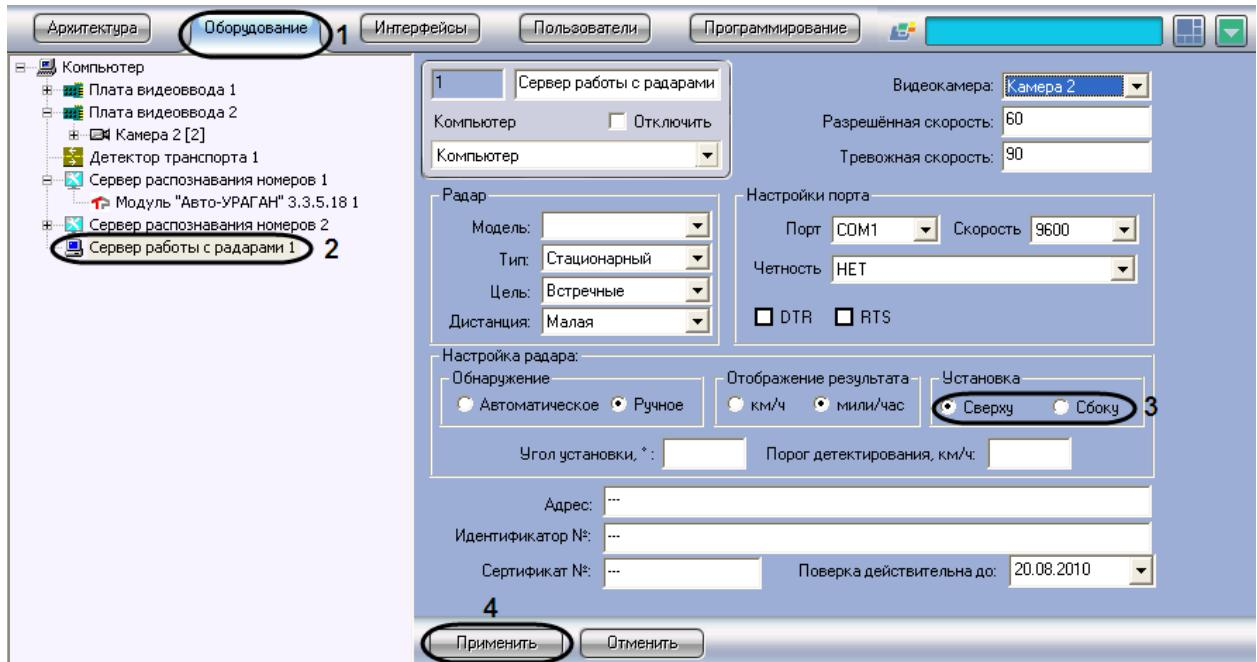

Рис. 7.3—11. Выбор параметров установки устройства «Радар» над полосой
1. В диалоговом окне «Настройка системы» перейти на вкладку «Оборудование» (см. Рис. 7.3—11, 1).
2. В дереве объектов на вкладке «Оборудование» выбрать объект «Сервер работы с радарами», соответствующий настраиваемому программному модулю «Радар» (см. Рис. 7.3—11, 2). В правой части вкладки «Оборудование» отобразится панель настройки выбранного объекта.
3. В панели «Установка» требуется установить переключатель в положение «Сверху» в том случае, если устройство «Радар» требуется устанавливать над полосой дорожного движения (см. Рис. 7.3—11, 3).